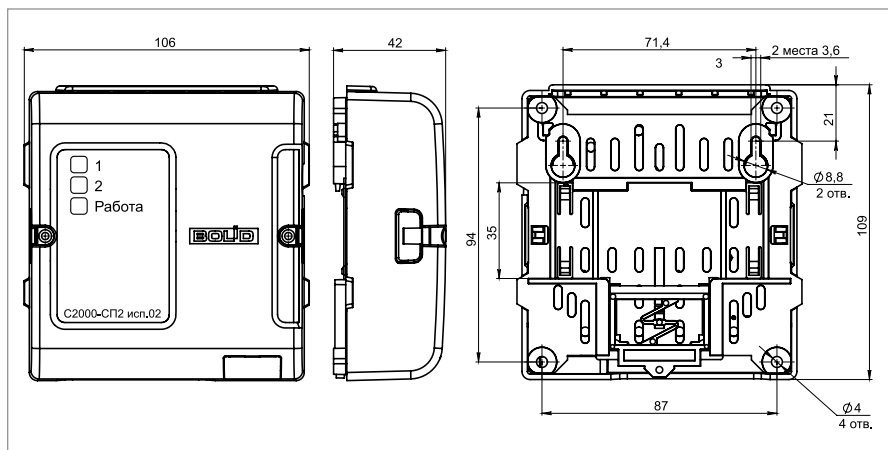

Рисунок 33. Внешний вид, габаритные и установочные изделия
- 1.1. Наметьте на стене места для трёх установочных отверстий (двух верхних, имеющих форму пазов для навешивания, и одного из нижних на выбор) в соответствии с габаритным чертежом (см. Рисунок 33).